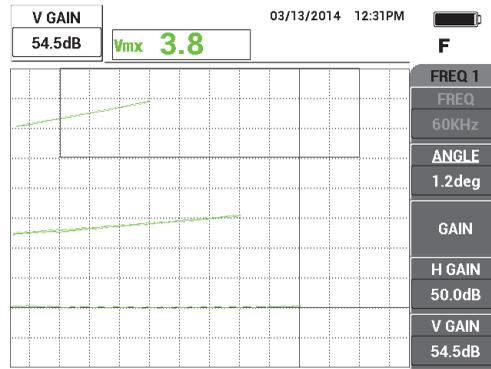

Figura 5-82 Ajuste de la ganancia vertical
10. Pulse 3 veces la tecla GAIN (**dB**) para acceder al parámetro **V GAIN** (ganancia vertical) y poder incrementar la ganancia vertical hasta que la señal superior alcance el 90 % de la altura de la pantalla. Vea la Figura 5-82 en la página 204.